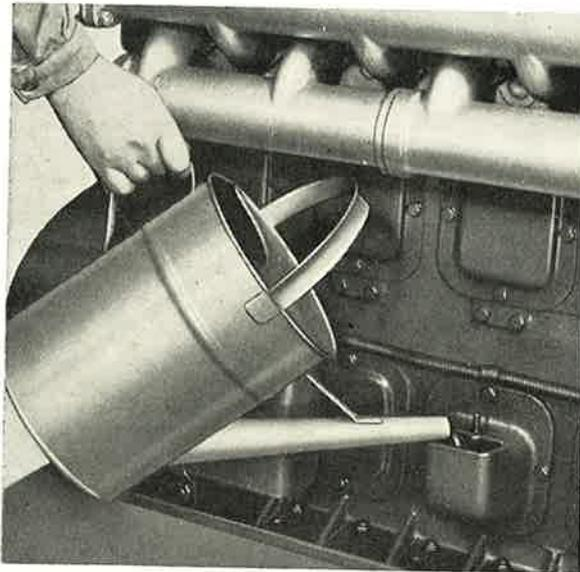

Abb. 41
- in die Ölwanne Spülöl LO-B2 (Abb. 41) ein-giessen, so dass der Ölspiegel bis zur oberen Marke des Ölmesstabes reicht (Abb. 63). Das Öl in den Einfüllstutzen an der Auspuffseite einfüllen.